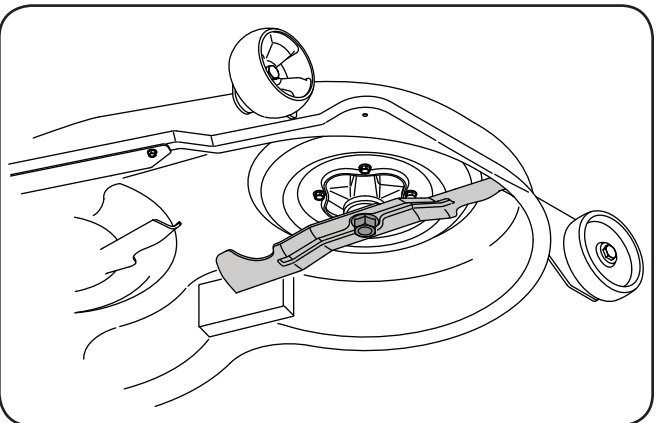

Figure 7-6
2. Placez une cale de bois entre le déflecteur au milieu du plateau et la lame pour faciliter le desserrage de l'écrou à six pans qui retient la lame. Voir la Figure 7-6.
3. Retirer l'écrou à bride à six pans qui maintient la lame sur la base de la fusée. Voir la Figure 7-6.